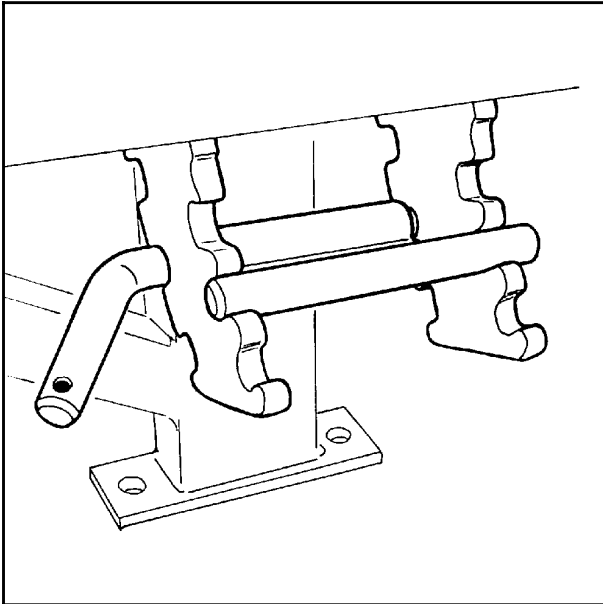

Fig. 10-3
Hvis det pakkes inn så store baller at forstrekkeren ikke kan justeres høyt nok, så kan isteden bærerullene senkes. Dette gjøres ved at anslagene under hovedrammen flyttes. De kan plasseres i fire forskjellige posisjoner, (B), samt utkoblet (A) som vist i fig. 10-3 og 10-4.